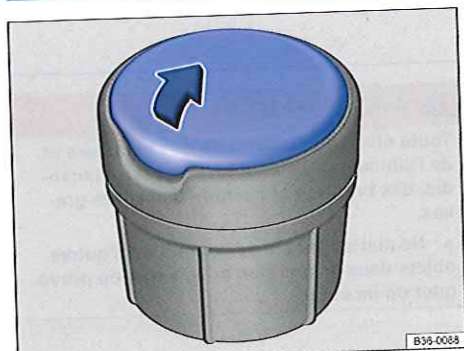

Fig. 137 Cendrier amovible.
- Pour *ouvrir* le cendrier, soulevez le couvercle $\Rightarrow$ fig. 137 dans le sens de la flèche.